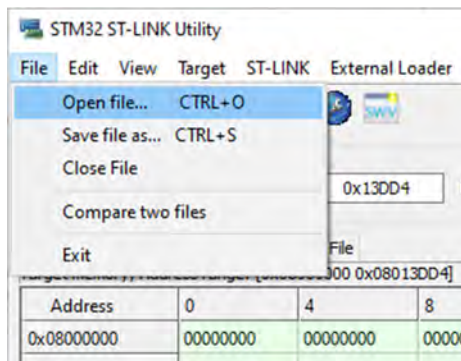

Рис. 10
11. По окончании процесса очистки памяти через пункт "File" → "Open file..." (рис. 10) открыть файл с прилагаемой прошивкой "atrack-rc3.bin" (название файла может изменяться по ходу выпуска новых версий).